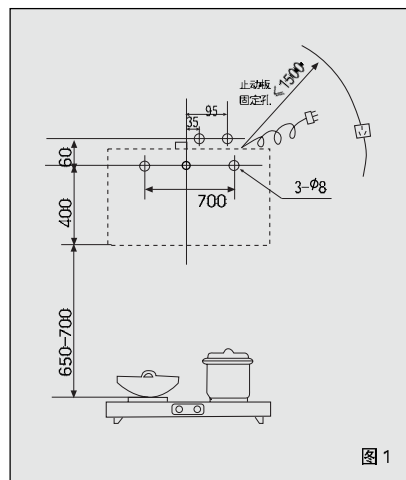
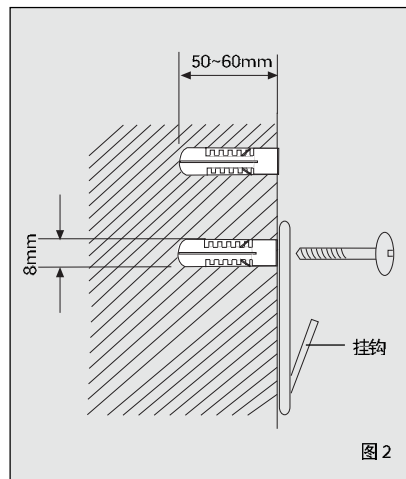

图 1
图 2
1、按图 1 尺寸在灶具上方坚实的地方准确确定冲击钻钻孔位置。冲击钻配上 M7 的麻花钻头或 M6 的冲击钻头，在钻孔位置上钻出 5 个直径为 8 mm，深为 50~60 mm 的孔，牢固埋设膨胀管，在下排的 3 个孔上固定挂钩，旋入木螺钉拧紧（见图 2）。
- ★ 电源插座应在小于 1500mm 的地方（见图 1）。